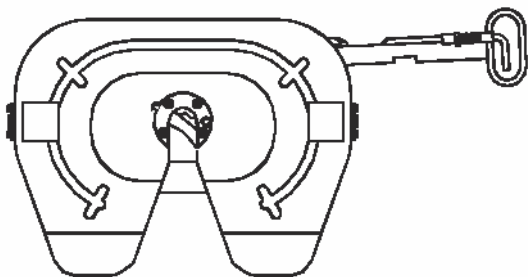

Figure 8. Sellette en position ouverte
5. Faire avancer lentement le tracteur à l'écart de la semi-remorque. Cela aura pour effet de débloquer la poignée hors du bloc de poignée et de réinitialiser la sellette afin qu'elle soit prête pour le prochain attelage (voir figure 8).